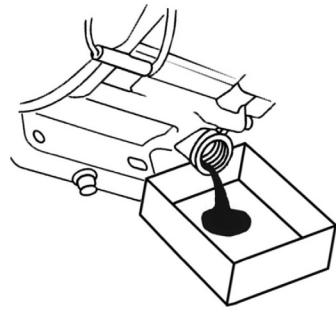

Рис. 20 Замена моторного масла
3. Наклоните виброплиту в сторону маслосазливной горловины двигателя и слейте отработанное масло через маслосазливную горловину в подготовленную для этого емкость (Рис. 20).